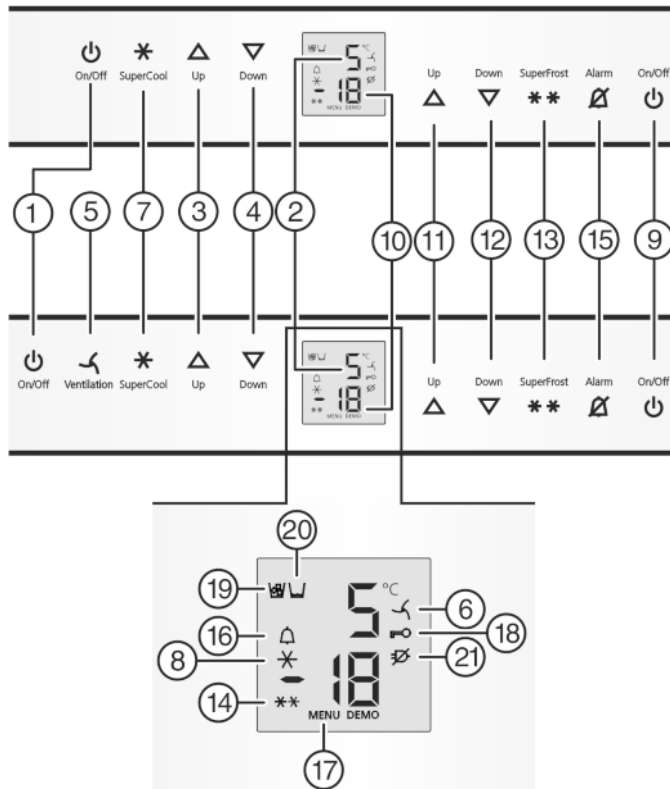

Fig. 2
- Нажмите кнопку On/Off морозильного отделения Fig. 2 (9).
- ▶ Нажмите кнопку On/Off холодильного отделения *Fig. 2 (1)*.
- ▷ Холодильное отделение включено: Индикатор температуры холодильного отделения *Fig. 2 (2)* светится. При открытии двери холодильного отделения включается внутреннее освещение.
- ▶ Активация режима настройки: удерживайте кнопку SuperFrost *Fig. 2 (13)* прилб. 5 секунд.
- ▷ Символ меню *Fig. 2 (17)* горит.
- ▶ Коротко нажмите кнопку SuperFrost *Fig. 2 (13)* для подтверждения.
- ▶ Для включения защиты от детей коротко нажмите клавишу SuperFrost *Fig. 2 (13)*.
- ▷ Символ "Защита от детей" *Fig. 2 (18)* горит. На индикации мигает **c**.
- ▶ Для выключения защиты от детей коротко нажмите клавишу SuperFrost *Fig. 2 (13)*.
- ▷ Символ защиты от детей *Fig. 2 (18)* гаснет. На индикации мигает **c**.
- ▶ Выход из режима настройки: нажмите кнопку On/Off морозильного отделения *Fig. 2 (9)*.
- ▶ Нажмите кнопку Alarm *Fig. 2 (15)*.
Одновременно мигает индикация температуры и символ тревоги *Fig. 2 (16)*.
Звуковой сигнал выключается автоматически, символ аварийного сигнала *Fig. 2 (16)* выключается и индикатор температуры перестает мигать, если температура снова становится достаточно низкой.